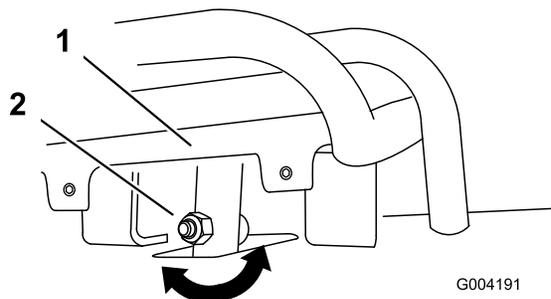

図 49
4. 全速後退位置にセットした走行コントロールバーが基準バーに対して適切に整列していない場合は、走行コントロールのステム部にあるナットとボルトをゆるめる **図 49**。